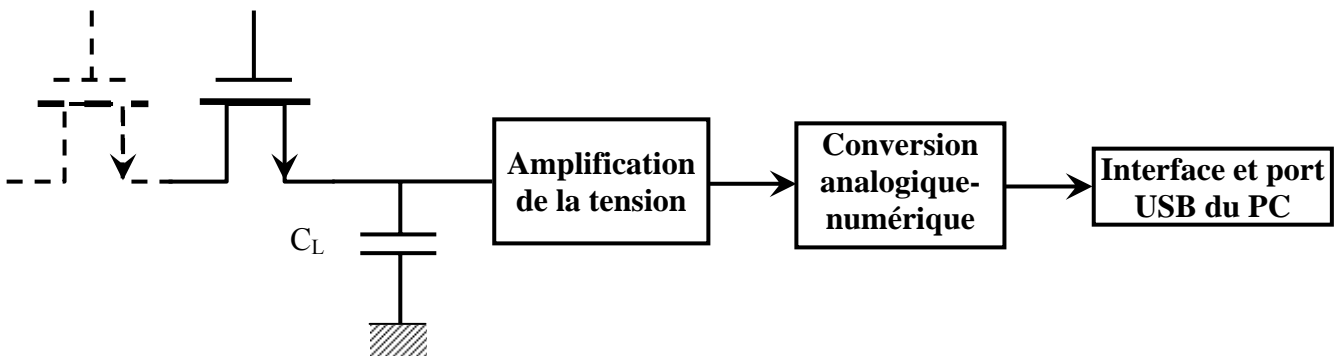

Figure 6 : Fin de la chaîne de transfert des électrons le long de la barrette CCD.
2.1. Transfert de charges et conversion en tension (*figure 6 page 7*) : lecture du CCD